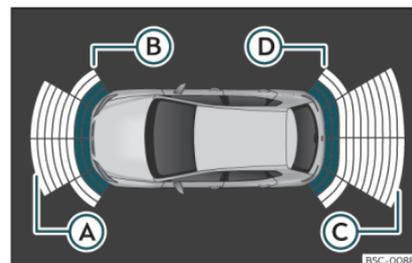

Fig. 175 Affichage de l'aide au stationnement à l'écran du système d'infodivertissement.
Les pare-chocs possèdent des capteurs intégrés. Quand ils détectent un obstacle, ils l'indiquent par des signaux sonores et dans le système d'infodivertissement»» **fig. 175** .
En cas de défaut sur l'un des capteurs arrière, seuls les obstacles présents dans les zones (A) et (B) >>> **fig. 175** s'afficheront. En cas de défaut sur l'un des capteurs avant, seuls les obstacles présents dans les zones (C) et (D) s'afficheront. Le symbole Δ s'affiche.